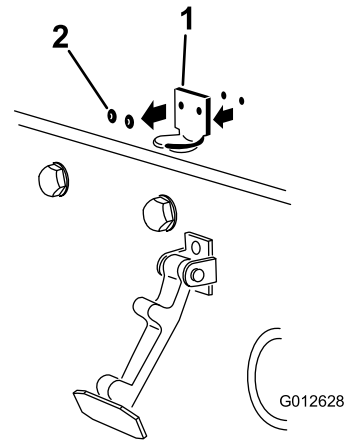

图 12
2. 拆下将机罩门锁支架固定至机罩的 2 个铆钉 (图 12) 然后从机罩上卸下机罩门锁支架。